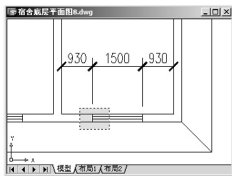

图 2.141 向左拉伸门窗洞时选择对象的方法
(1) 用**【拉伸】**命令使门窗洞口左侧墙段向左缩短 150mm。
① 关闭**【轴线】**图层。
② 单击**【修改】**工具栏上的**【拉伸】**图标或在命令行输入“S”并按 Enter 键, 启动**【拉伸】**命令。
③ 在**选择对象**: 提示下, 用交叉选方式选择如图 2.141 所示的窗户左侧的墙线和窗, 按 Enter 键进入下一步命令。
④ 在**指定基点或 [位移 (D)] < 位移 >**: 提示下, 在绘图区单击任意一点作为拉伸的基点。
⑤ 在**指定第二个点或 < 使用第一个点作为位移 >**: 提示下, 打开**【正交】**功能, 将光标水平向左拖动, 输入“150”, 表示将门窗洞口左侧的墙向左缩短“150”, 那么门窗洞口则向左加长 150mm。
⑥ 按 Enter 键结束命令。